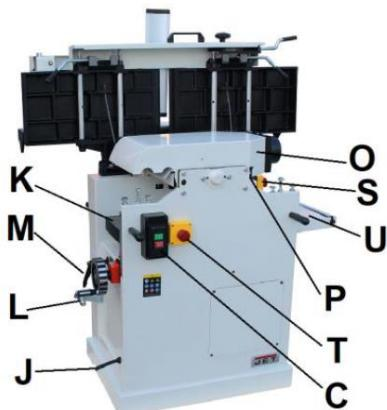

Fig. 2
J.....Prise secteur (non représentée) (Fig. 2)
Les 4 poignées de transport (R, Fig. 2) sont uniquement destinées à décharger la machine de la palette lors du déballage.
L'alimentation électrique peut être enclenchée et désenclenchée avec la poignée (L, Fig. 2).